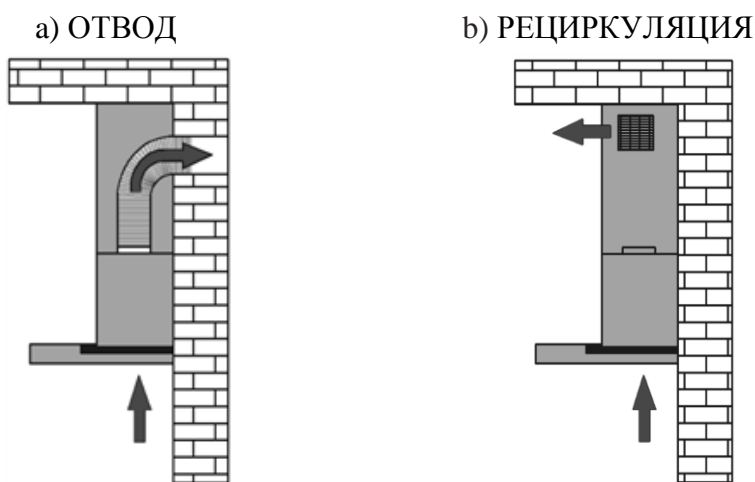

Рис. 6
1) Отвода (рис. 6а) – воздух удаляется из помещения через соединение вытяжки с вентиляционным каналом жестким пластиковым воздуховодом или гофрированным
2) Рециркуляции (рис. 6б) – внутренняя циркуляция воздуха через угольные фильтры (рис. 5). Вытяжка в данном случае не подключается к вентиляционной шахте и, таким образом, воздух просто прогоняется через вытяжку внутри кухни.